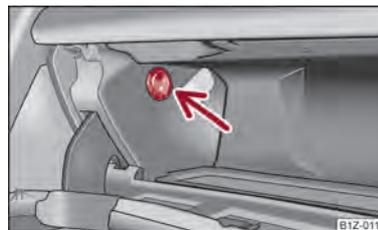

Fig. 76 Compartimento: Accionamento da refrigeração
- O interruptor rotativo ⇒ Fig. 76 permite abrir e/ou fechar a entrada do ar.